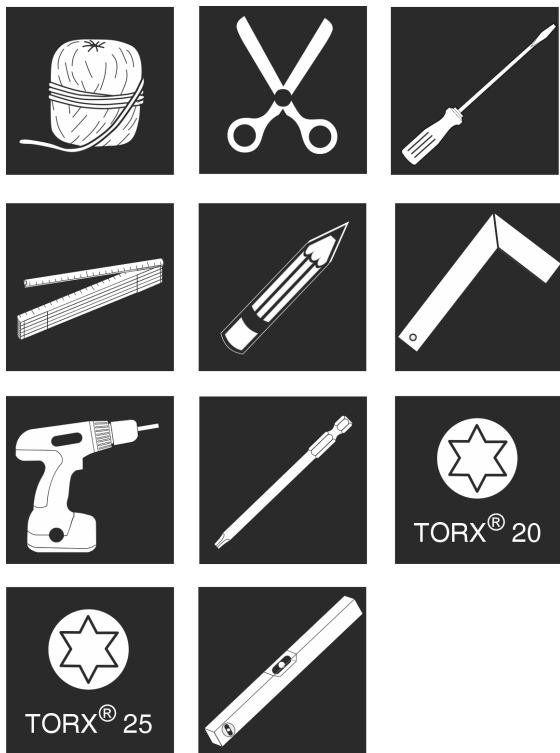

Fig. 9
1. Pasiruoškite įrankius. Fig. 9 ()